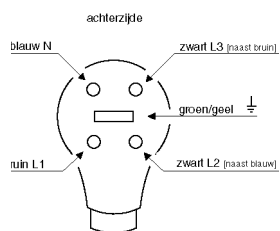

Fig. 5
- 3 _____ Bedraad de perilexstekker. Sluit de zwarte aders aan op de L2 en L3. (zie fig. 5 en 6)